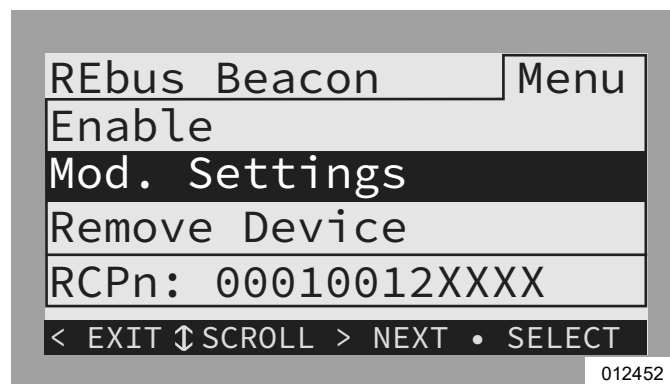

Figura 6-12. Configuración del programa TOU (2 de 4)
2. Consulte la Figura 6-12. Use las flechas hacia arriba y hacia abajo para resaltar Mod. Settings y presione el botón central para ingresar al menú de ajustes.